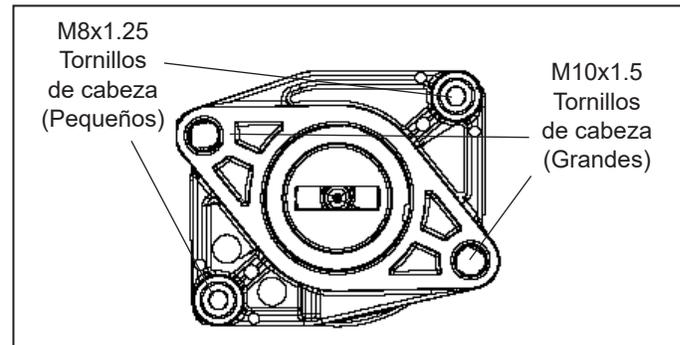
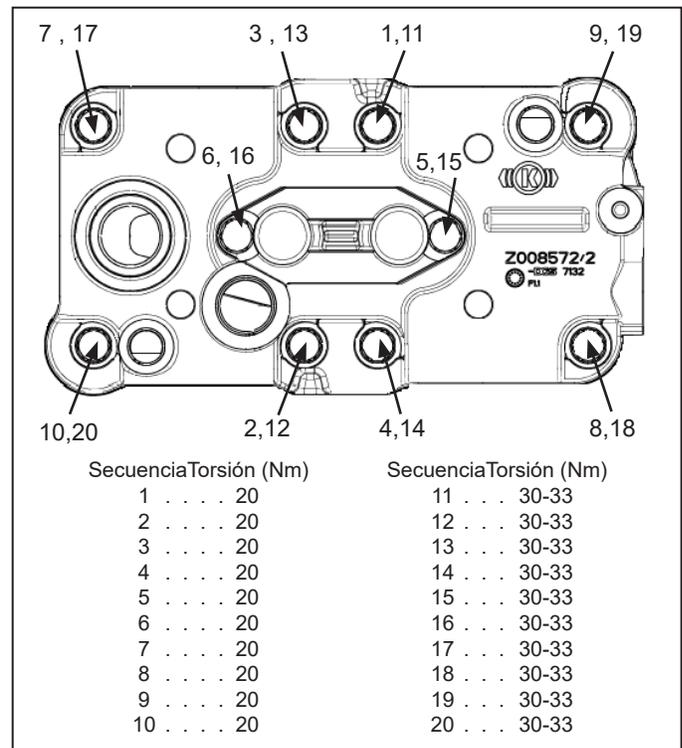

Figura 4 – Pernos de fijación de la cubierta del extremo posterior
**Figura 6 – Posición de las juntas de culata del compresor de 720cc Bendix®**
Nota: Hay dos tornillos de cabeza M8x1.25 que se usan para sujetar la cubierta del extremo posterior al cárter. También hay dos tornillos de cabeza M10x1.5 más grandes (no se muestran) que se usan para sujetar la unidad de transmisión auxiliar (por ejemplo, la bomba hidráulica) a través de la cubierta del extremo y se aprietan en el cárter. Si la unidad de transmisión auxiliar ya se ha quitado, estos dos tornillos de cabeza ya no están presentes en la cubierta del extremo. Consulte la Figura 4 para ver la ubicación de los tornillos de cabeza en la cubierta del extremo.
- Instale el anillo tórico (G) en la cubierta del extremo posterior.
- Instale los dos tornillos de cabeza de la cubierta del extremo. *Consulte la Figura 4 para asegurarse de que los dos tornillos de cabeza estén instalados en los agujeros de los pernos del cárter correctos.* "Ajuste" los tornillos y luego apriete entre 195 y 212 lb.-pulgada (22-24 Nm).
1. Instale los dos anillos tóricos del cárter (H) en los agujeros avellanados de la cubierta del cárter.
2. Observe la posición de las dos clavijas de alineación del cárter que sobresalen en la cubierta (parte superior) del cárter. Instale la lengüeta de válvula/junta de entrada de metal (C) sobre las clavijas de alineación del cárter; tenga cuidado de no afectar el anillo tórico del cárter (H).
4. Coloque la primera junta de culata de metal en relieve (B) sobre los casquillos de alineación que sobresalen de la parte superior de la placa de enfriamiento. Coloque la segunda junta de culata de metal en relieve (A) sobre los casquillos de alineación del lado contrario de la placa de enfriamiento. Cuando se colocan correctamente, el contorno de las dos juntas en relieve coincide con el contorno de la placa de enfriamiento y las superficies de sellado mecanizadas de la placa de enfriamiento se cubrirán con el material de la junta de metal en relieve. **Importante: Las dos juntas son diferentes y deben ser instaladas en el lado correcto de la placa de enfriamiento para que el compresor funcione adecuadamente. Vea la Figura 6 para las posiciones correctas de identificación de la junta de culata.**